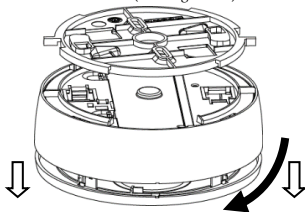

Figure 13
1. Retirez le détecteur du support de montage en le faisant pivoter dans le sens inverse des aiguilles d'une montre (voir Figure 13).